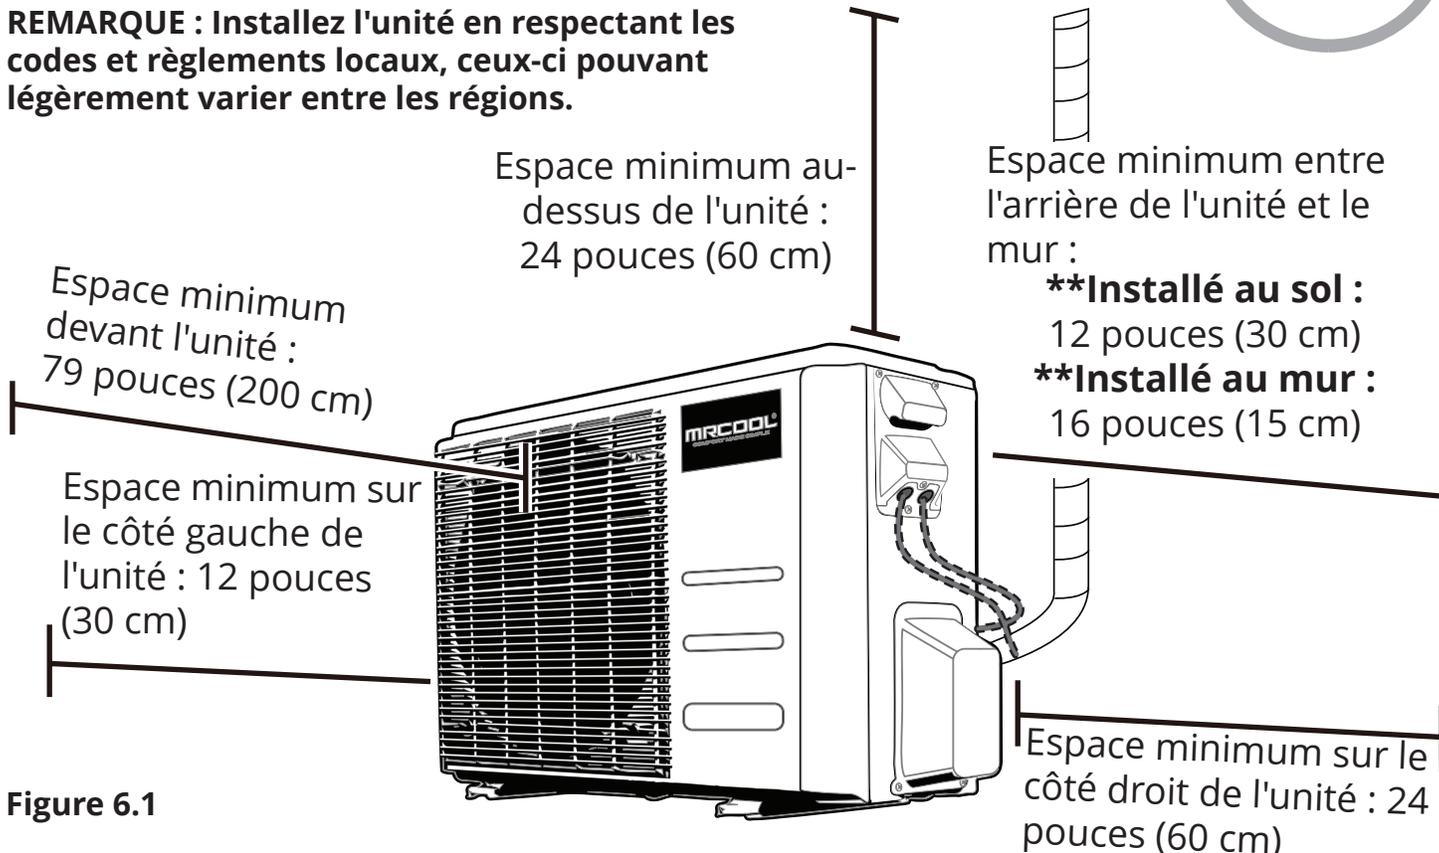

Figure 6.1
- ✓ Satisfait à toutes les exigences spatiales indiquées dans l'illustration ci-dessus (figure 6.1).